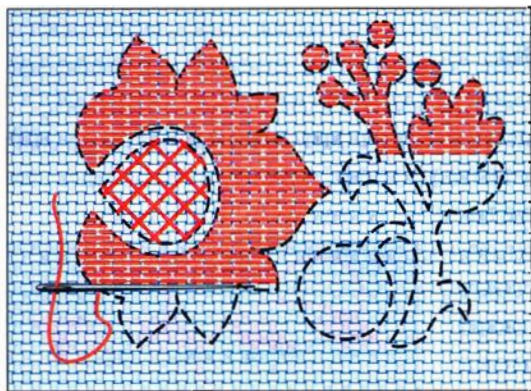

Рис. 58. Русская гладь
**Русская гладь.** Ею вышивают на белом или кремовом полотне белыми нитками в два-три сложения прямыми стежками. Стежки укладывают плотно друг к другу в шахматном порядке. Интервал между стежками — одна нить ткани (рис. 58).